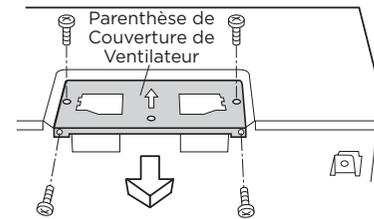

Figure 12
- Retirez et conservez les 4 vis du support du couvercle du ventilateur. Retirez le support du couvercle du ventilateur en le faisant glisser dans le sens opposé de la flèche sur le support du couvercle du ventilateur, comme illustré à la figure 12.